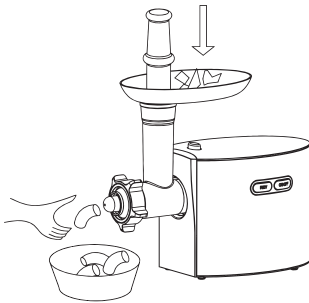

Рис. 9
7.3.3 Используйте толкатель, как указано на рис. 9, постепенно подавая мясо в лоток.